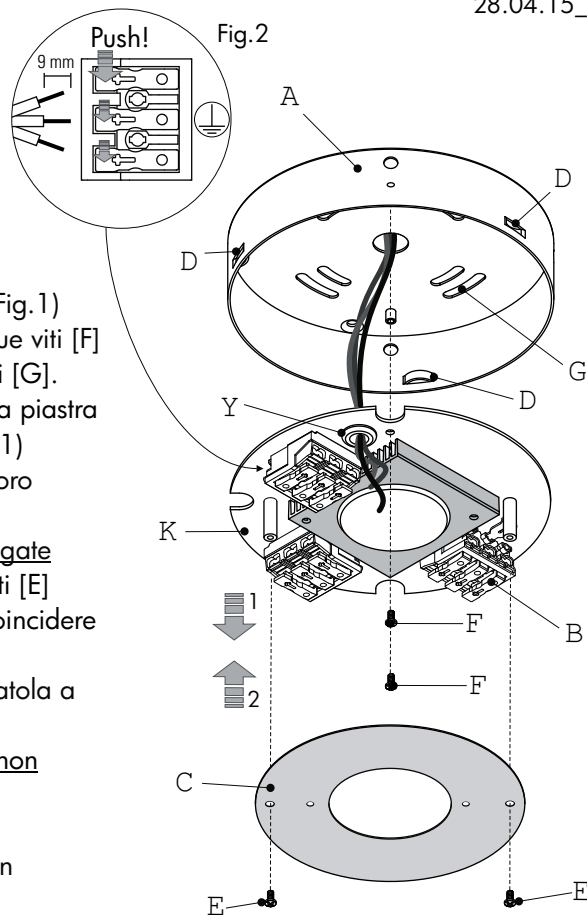
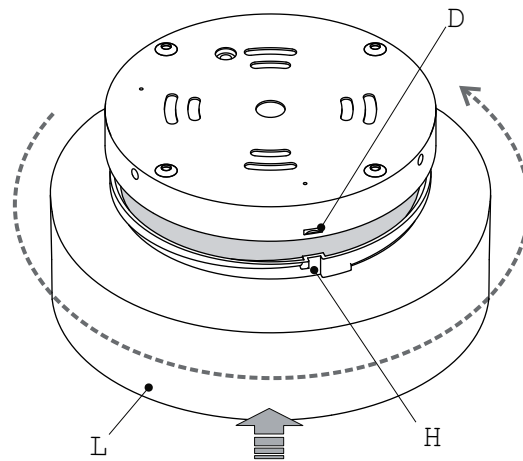

Fig.1
Fig.3
- 1) Rimuovere il disco [C] dalla piastra [K] svitando le due viti [E](Fig.1)
- 4) Passare i cavi elettrici dalla scatola a muro [A] nel foro [Y] della piastra [K] e riposizionare la piastra [K] riavvitando le due viti [F] (Fig.1)
- 7) Inserire il vetro diffusore [L] sulla scatola a muro [A] facendo coincidere le tre corsie [H] (Fig.3) con le tre guide [D] sulla scatola (Fig.1)
- 1) Undo the screws [E] and remove the disk [C] from the plate [K] (Fig.1)
- 4) Pass the electric wires from the bracket [A] into the hole [Y] and place down the plate [K] by tightening the two screws [F] (Fig.1)
- 7) Insert the glass [L] on the bracket [A] aligning the three slits [H] with the rails [D] on the bracket (Fig.3)